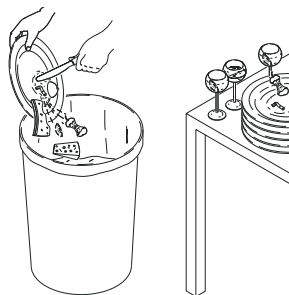

Abb. 13
- Das Geschirr bitte säubern, bevor Sie es in die Spülmaschine räumen. (Bild 13)